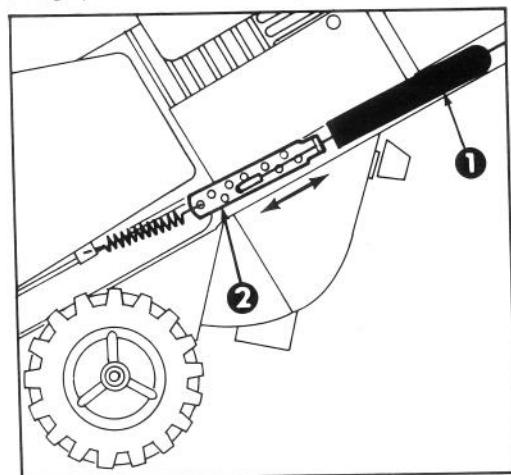

Figure 10
3. REGLAGE DU CABLE (Fig. 10) — Décrochez l'extrémité supérieure de câble de l'orifice situé dans le support de la barre de commande. Faites glisser le cache-ressort vers le haut du câble pour dégager le dispositif de réglage du câble. Décrochez l'extrémité du câble du dispositif de réglage du câble et replacez-la dans un orifice plus ou moins élevé sur le dispositif de réglage, selon le cas, pour atteindre un écartement adéquat de $1/16-1/8"$ (1,59 mm - 3,18